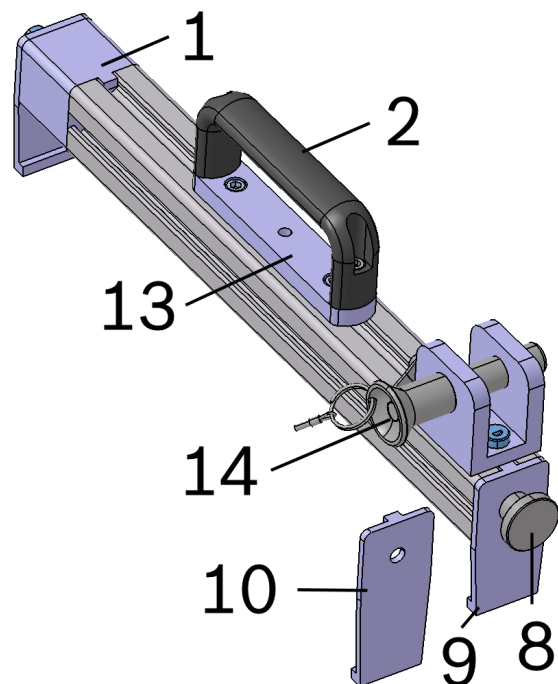

Figure 2: Pince de levage
2. Soulevez manuellement et par sa poignée le module de batterie (2) du compartiment à batterie (voir Figure 2).